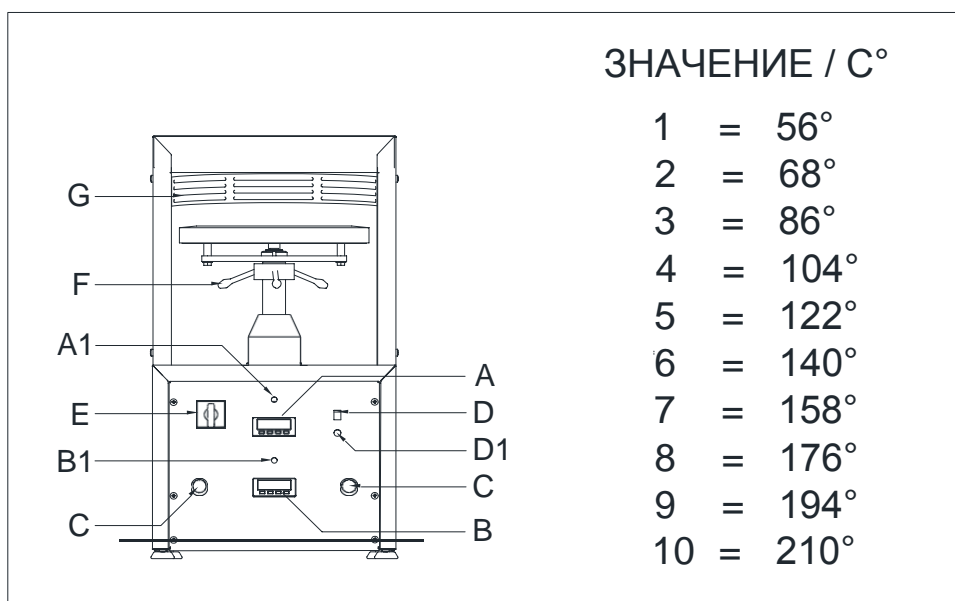
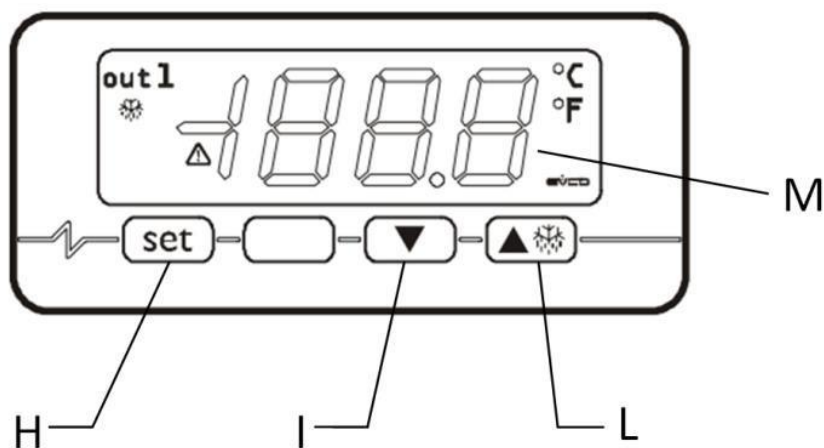

Рис. 3.1
Рис. 3.2
Машина оборудована следующими защитными устройствами (рис. 3.1):
- поднимите защитная решетку, когда машина работает (G на рис. 3.1). Нижний диск сразу опускается и возвращается в начальное положение.
2. Поверните выключатель питания (E на рис. 3.1) в положение
- Загораются дисплеи терморегуляторов (А) и (В) (рис. 3.1), на них отображается текущая температура верхнего и нижнего диска соответственно.
- Загораются индикаторы (А1) и (В1) (рис. 3.1), указывая на включение нагревательных элементов верхнего и нижнего дисков и начала фазы нагрева.
- Загорается таймер (D), на нем отображается заданная длительность контакта дисков.
Чтобы задать температуру верхнего диска, нажмите кнопку (Н) (рис. 3.2) терморегулятора А (рис. 3.1).
Для установки длительности контакта дисков, нажмите кнопку (D1) (рис. 3.1).
На дисплее (D) (рис. 3.1) отображается заданное время.
Нажмите кнопки (С) (рис. 3.1), чтобы запустить цикла подъема/опускания нижнего диска.
В это время таймер (D) (рис. 3.1) показывает, сколько времени осталось до окончания фазы сжатия.
Поверните ручку выключателя (E) в положение «0» (рис. 3.1).